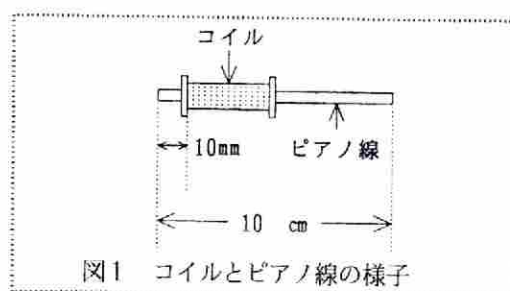

図1 コイルとピアノ線の様子
(1) アクリル管（外径5mm）の両端に別のアクリル管（内径5mm 長さ5mm）を接着し、エナメル線を巻いて、12種類のコイルを作る。（表1）(2) (1)のコイルにピアノ線を通し、片端を10mm出し、電磁石とする。（図1）
(3) ジョリーのばねばかり装置に電磁石を固定し、アルカリ蓄電池、直流電流計、ニクロム線抵抗器を用いて回路を作る。
(4) 電磁石に電流を流し、ピアノ線に鉄球を付け、ばねを引き、鉄球がピアノ線から離れたときのばねの伸びを5回測定し、その平均を記録する。
(5) (4)の作業が終わるごとに、ピアノ線と鉄球